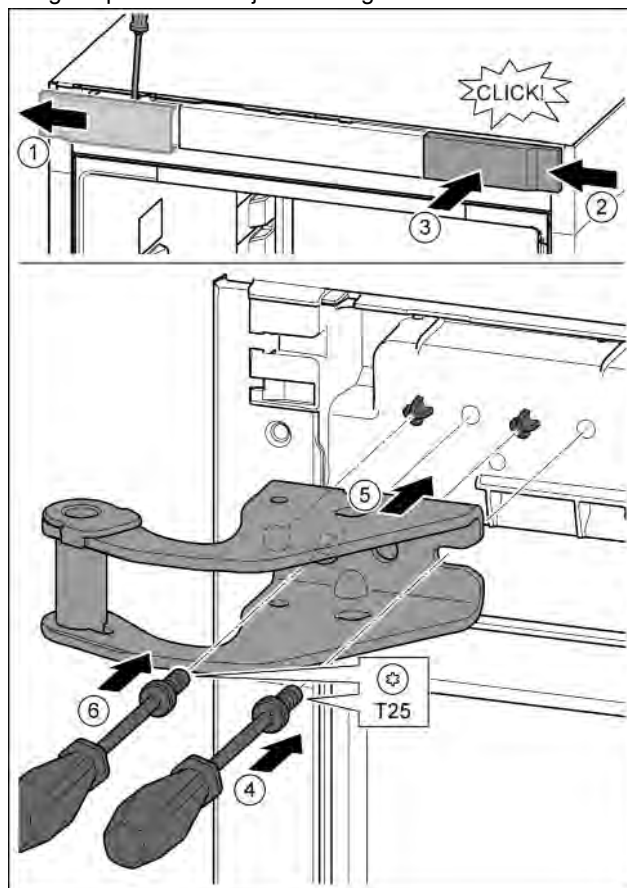

Fig. 13
- ▶ Odvijačem odvojite pokrov i skinite ga bočno. Fig. 13 (1)
- ▶ Objesite pokrov okrenut za 180° na drugoj strani s desne strane. Fig. 13 (2)
- ▶ Pustite da pokrov uskoči. Fig. 13 (3)
- ▶ Odvijačem T25 postavite vijke. Fig. 13 (4)
- ▶ Postavite gornji podložak ležaja. Fig. 13 (5)
- ▶ Pritegnite vijak. Fig. 13 (4)
- ▶ Odvijačem T25 umetnite i pritegnite vijak. Fig. 13 (6)